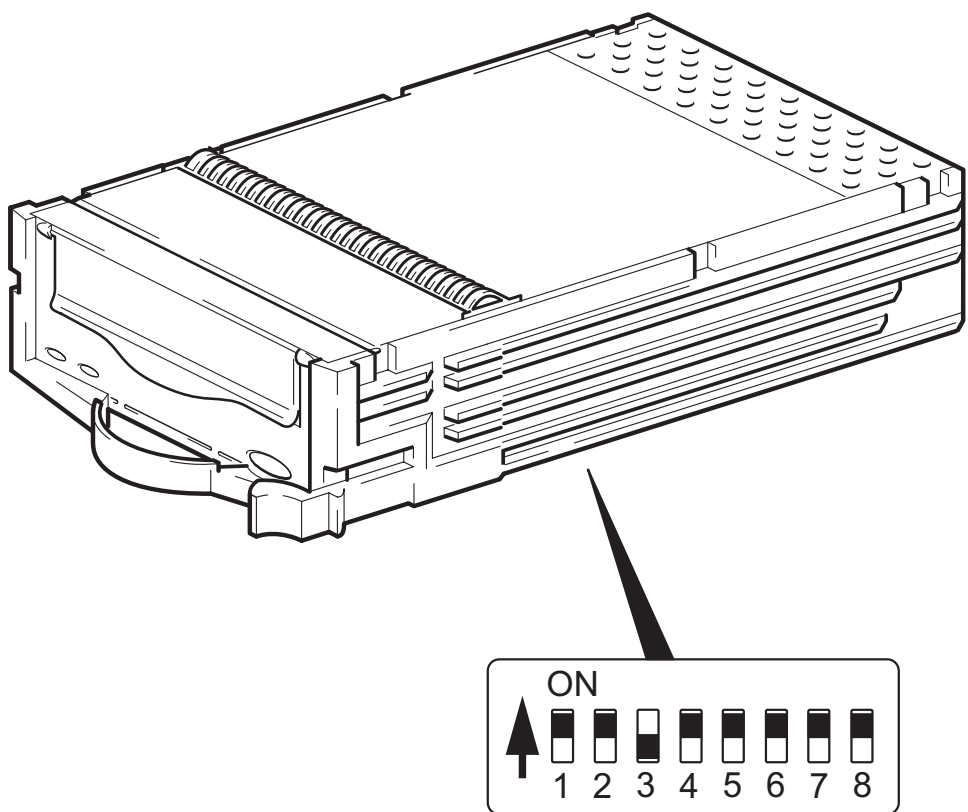

Abbildung 2: Überprüfen der UNIX-Konfigurationsschalter
- 2 Wenn Sie für Ihre UNIX-Konfiguration die Konfigurationsschalter verändern müssen, nehmen Sie die Änderung an den Schaltern auf der Unterseite des Bandlaufwerks vor (siehe Standardeinstellungen in Abbildung 2).